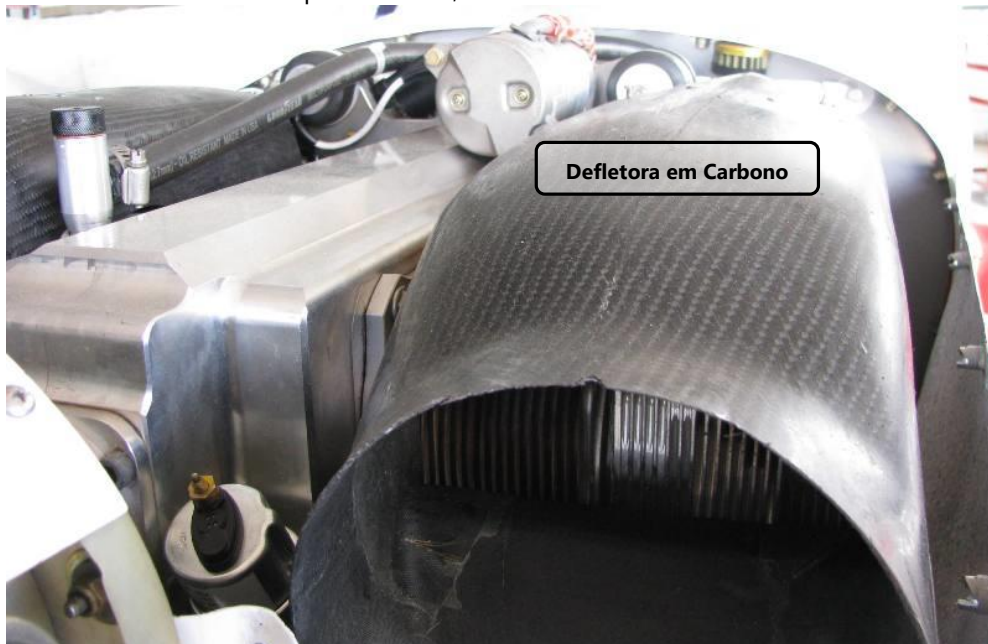

Figura 71.60.1 – Defletoras do Motor Jabiru 2200.
As defletoras são carenagens especialmente para o motor Jabiru 2200, fabricadas de fibra de vidro, que possuem a função de direcionar o fluxo de ar para dos cabeçotes do motor, refrigerando-os. O ar penetra pelas entradas frontais do capô do motor, como mostrado na conforme mostrado na figura 71.60.1.
1. Remover o capô superior e inferior do motor, conforme os procedimentos descritos no capítulo 71.10 - Capô do Motor, ver figura 71.60.1.